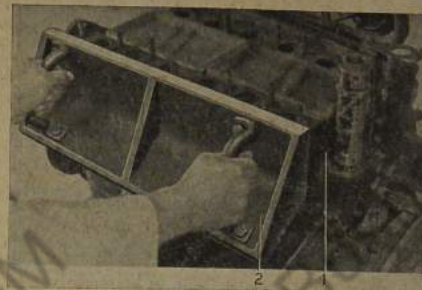

Bild 59: Tuschierplatte Nr. 1002 für Zylinder-Kurbelgehäuse
2. Zylinder-Kurbelgehäuse mit Tuschierplatte Nr. 1002 abrichten (Bild 59). Unebenheiten sind mit Schlichtfeile und Flachschar abzurichten.